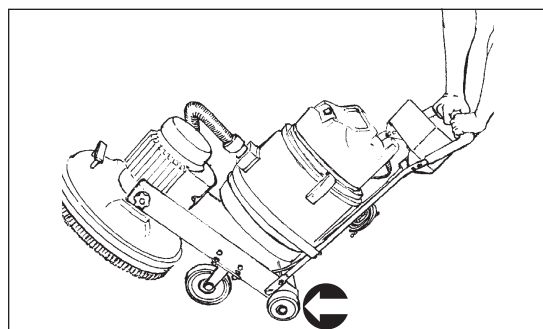

Рисунок 14
- в.) Снимите ногу с наклонного сопутствующего ремня и продолжайте нажимать на рукоятку, пока машина не будет находиться в вертикальном положении на наклонных колесах. (См. рисунок 14)